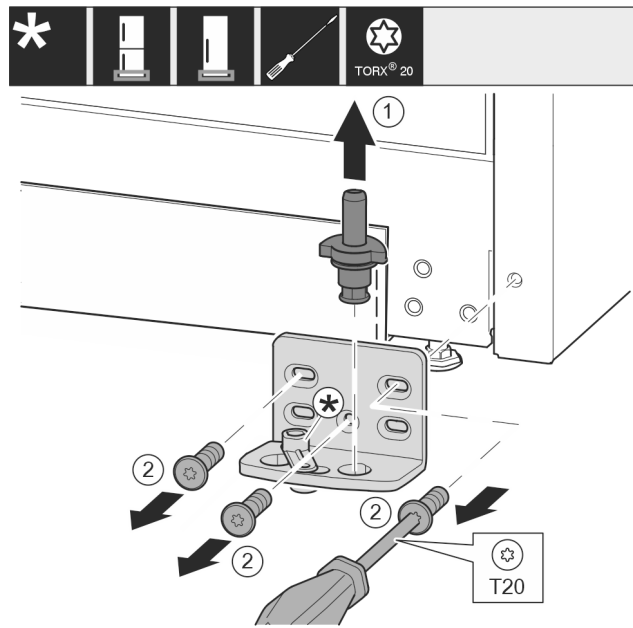

Fig. 15
- ▶ Nxirrni jashtë komplet bulonin e rrotullimit Fig. 15 (1) nga lart.
- ▶ Lironi vidat Fig. 15 (2) me një kaçavidë dhe hiqni bazamentin mbështetës.